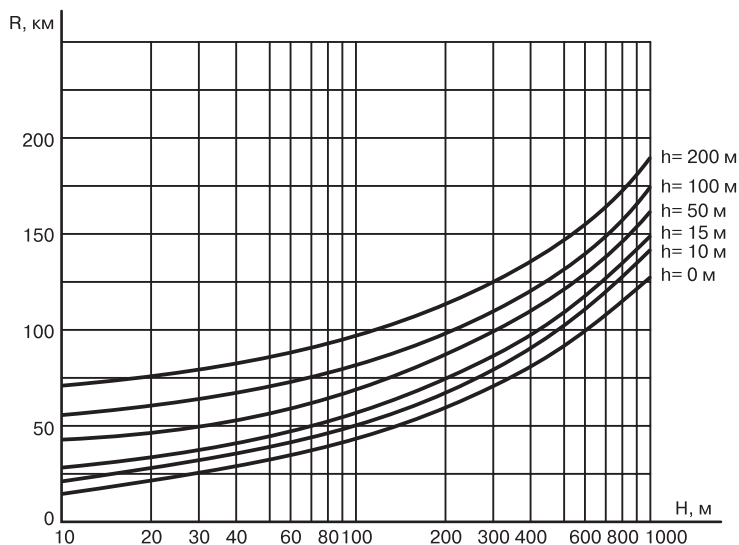

Рис. 11.2. График приблизительной оценки радиуса зоны уверенного телеприема при разных высотах установки передающей антенны (H) и приемной антенны (h)
На рис. 11.2 приведен график, с помощью которого можно оценить радиус зоны уверенного приема телевизионных программ при разных высотах установки передающей антенны (H) и приемной антенны (h). Этот график дает приблизительную оценку зоны уверенного приема, поскольку реальные условия могут внести в формулу существенные коррективы.